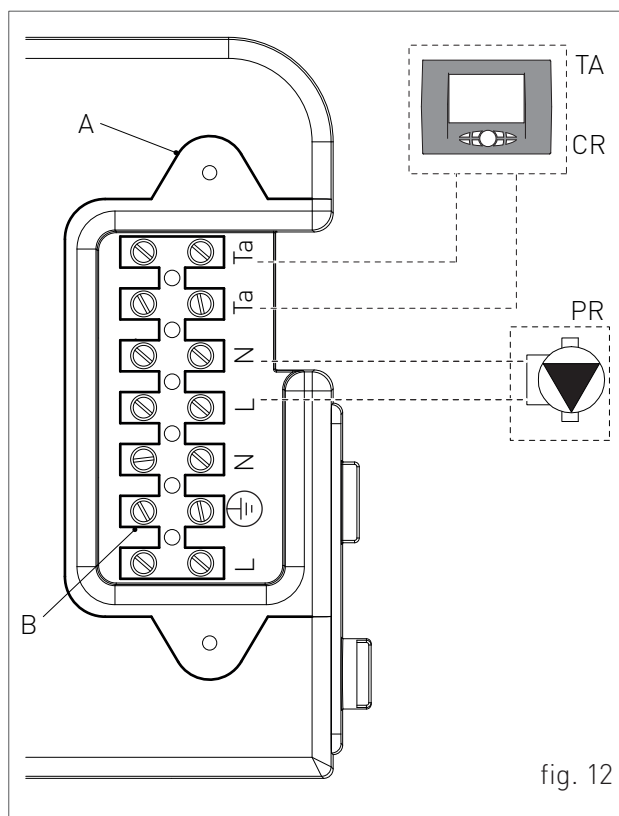

fig. 12
- › dévisser les deux vis et retirer le couvercle «A» (voir fig. 12).
- › Après avoir enlever la plaque, brancher les câbles électriques à la borne "B" (voir fig. 12):